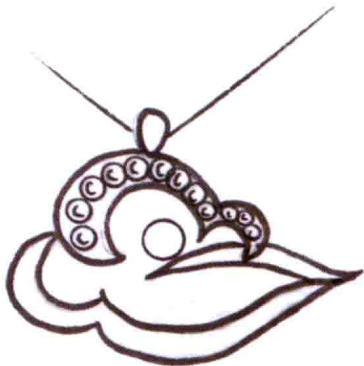

图1-5 手绘吊坠初稿
案例一：按照图1-5中的手绘吊坠初稿用任意曲线工具进行外轮廓线的绘制。
(1) 在正视图中导入图1-5中的手绘吊坠初稿，选择[检视]菜单栏下面的“背景”，在弹出的背景图像对话框中选择“浏览”，选择图片所放置的文件路径。勾选下面的“锁定于视图上”。（注意：所导入的图片必须为bmp格式的图片）（图1-6、图1-7）